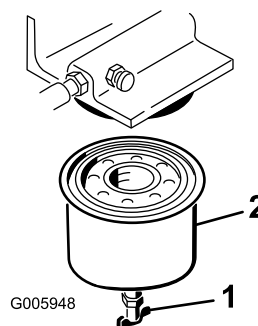

Figura 32
5. Aprite la valvola di spurgo (Figura 32) e lasciate spurgare il carburante dal filtro carburante in un recipiente adatto, e smaltitelo nel rispetto dell'ambiente.
6. Togliete il filtro carburante con una chiave per filtri (Figura 32).